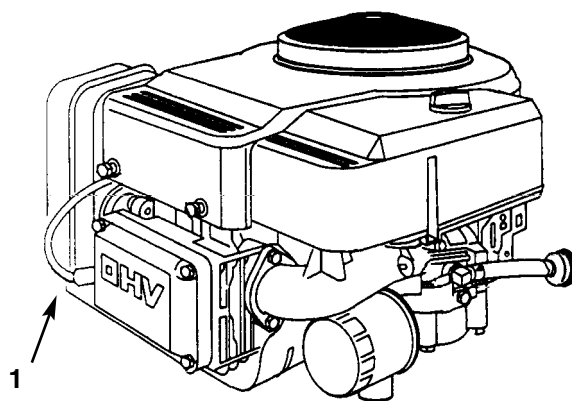

Fig. 24
1. Koble knivkontrollen fra, sett på parkeringsbremsen og dreii tenningsnøkkelen til "OFF" (AV) for å stoppe motoren.
3. Trekk kabelen av tennpluggen (fig. 24). Gjør rent rundt pluggen for å hindre at urenheter kan falle ned i motoren og skade den.
- Skyv kabelen på pluggen (fig. 24).